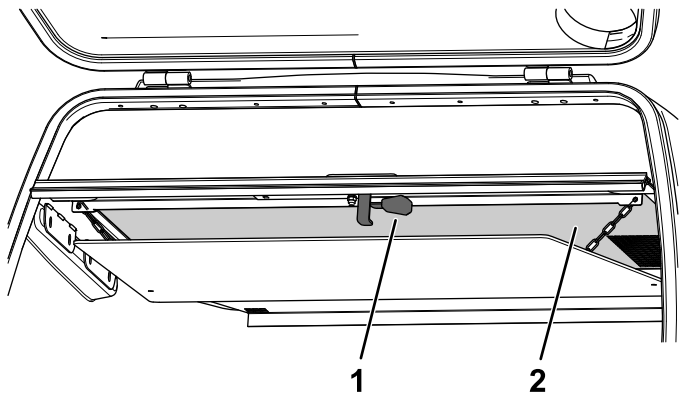

Figura 112
2. Tire hacia abajo de la palanca de liberación en la parte inferior de la rejilla de la tolva (Figura 112).